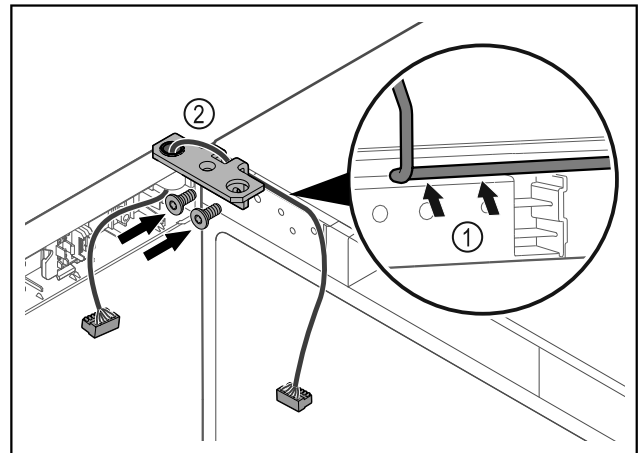

Fig. 46
- ▶ 将电缆穿过合页角铁的缺口并小心铺设 Fig. 46 (1)。
- ▶ 拧上合页角铁 Fig. 46 (2)。